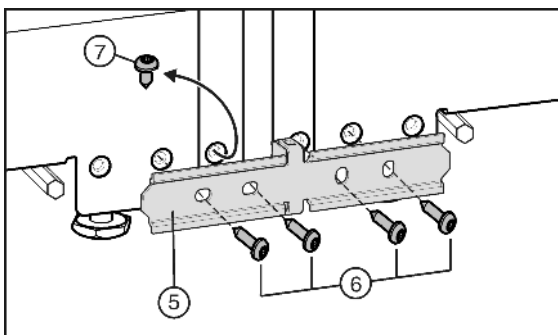

Fig. 6
- ▶ Indien uw apparaat met voormonteerde schroef Fig. 6 (7) werd geleverd: schroef uitdraaien.
- ▶ Verbindingsstrip Fig. 6 (5) aan een apparaat losjes met twee schroeven Fig. 6 (6) bevestigen.